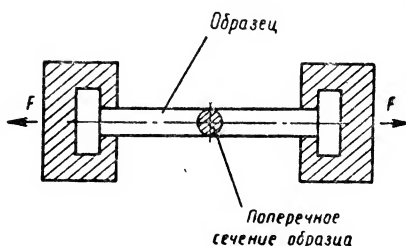

Рис. 29. Схема испытания стали на твердость:
Важнейшие механические свойства стали — твердость и прочность. На твердость стали испытывают при помощи специальных приборов-твердомеров (по типу тех, на которых вы проводили испытание древесины). Метод измерения основан на вдавливании в образец более твердого материала: шарика из твердой стали, алмазного конуса или алмазной пирамиды. Значение твердости НВ определяют делением нагрузки на площадь поверхности отпечатка, оставляемого в металле (метод Бринелля) (рис. 29, а), или по глубине погружения в металл алмазного острия, стального шарика (метод Роквелла) (рис. 29, б).
- Р! 1. Какие элементы изображения характерны для деталей вращения (см. рис. 29)? 2. Найдите на рисунке 29 детали с наружной резьбой, с резьбой в отверстии. 3. Что представляют собой детали резьбового соединения? 4. Приведите примеры деталей с внешней резьбой, с внутренней. 5. Как обозначается метрическая резьба на чертеже?